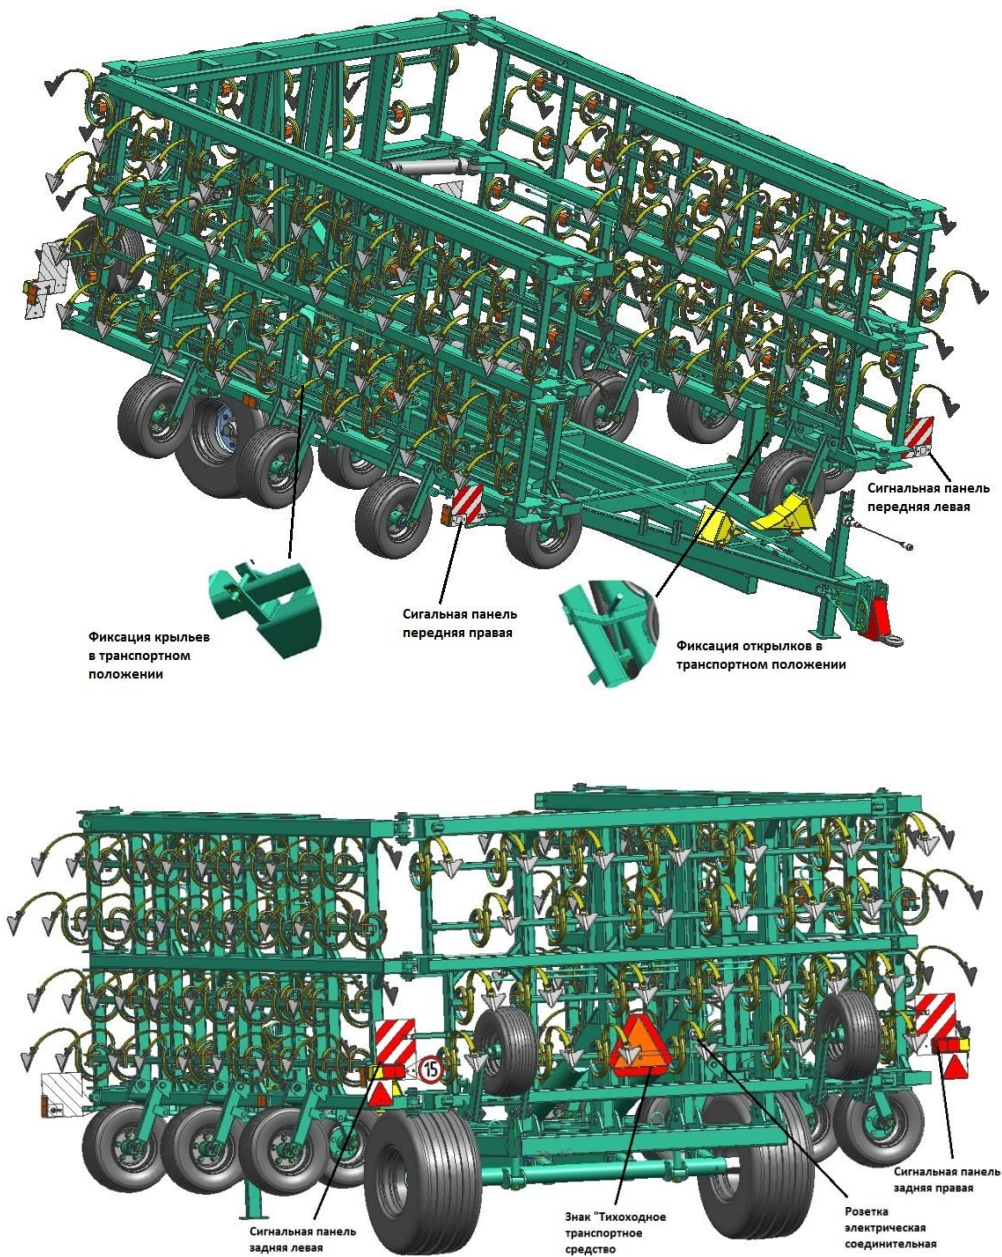

Рисунок 2 – Общий вид культиватора в транспортном положении
4.4 Перевод культиватора в транспортное положение (рисунок 2):
4.5 Установка и монтаж электрооборудования (рисунок 2):